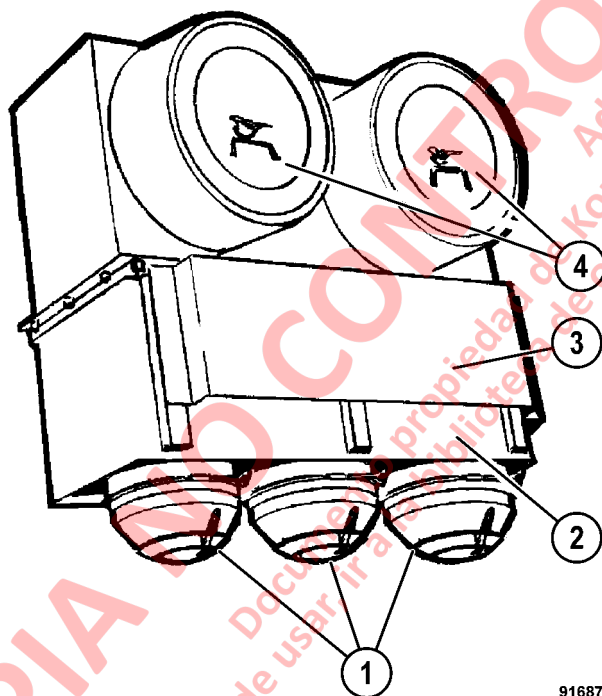

FIGURA 5-1. FILTROS DE AIRE DEL MOTOR
La demanda de aire del motor crea un vacío en los filtros de aire que causa que el aire del exterior se succione a través de las entradas de aire de los filtros de aire. El aire sucio que entra por aquí se transporta por una serie de tubos diseñados para producir una acción ciclónica. A medida que el aire pasa a través de la porción externa de los tubos, se forma un movimiento circular, lo que ocasiona que las partículas de suciedad se lancen desde el flujo de aire hacia los colectores de polvo (1, Figura 5-1). Al mismo tiempo, el flujo de aire gira y se dirige hacia arriba por el centro de los tubos hacia la cámara del filtro. Aquí, el aire pasa a través del elemento de filtro principal y el elemento de filtro de seguridad y pasa por la salida de aire limpio hacia el sistema de admisión de aire del motor. La función del filtro de seguridad es aumentar la confiabilidad general y la protección del motor.
1. Apague el motor. Limpie toda la suciedad y el polvo de alrededor del área de la cubierta del elemento del filtro de aire (4, Figura 5-1).
Los tubos en la sección del prefiltro (2, Figura 5-1) se deben limpiar al menos una vez al año y en cada reparación mayor del motor. Puede ser necesario limpiar con más frecuencia dependiendo de las condiciones de operación y el ambiente local.
1. Retire la cubierta de admisión de aire (3, Figura 5-1). Retire los elementos de montaje que fijan la sección del prefiltro al conjunto del filtro de aire. Desmonte la sección del prefiltro. El elemento de filtro de seguridad debe permanecer en su lugar para proteger la admisión de aire del motor.
2. Afloje las abrazaderas y retire el colector de polvo (1) de la sección del prefiltro. Lave el colector de polvo con agua jabonosa.